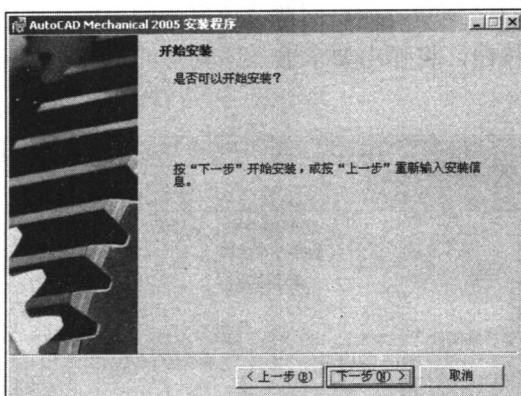

图 1-6 询问是否安装
(8) 此时系统自动弹出“选项”窗口，选择文本编辑器及确定是否安装桌面快捷方式，单击“下一步”按钮，弹出如图 1-6 所示的窗口，单击“下一步”按钮开始安装该软件。